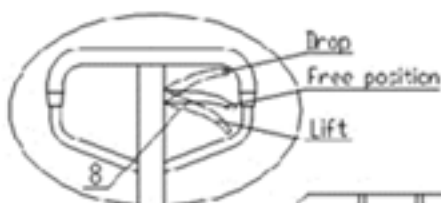

Рис. 4
7. Попробуйте качнуть рукоять, приведите в различные позиции ручку управления 8, чтобы проверить поднятие, нейтральное положение и опускание. Убедитесь, что все позиции работают нормально (Смотрите рис. 4).
- Смотрите рис. 4. Когда гидравлическая тележка с весами используется для взвешивания или транспортировки груза, рукоятка управления 8 должна быть установлена в позицию опускания для того, чтобы опустить вилы тележки в определенное положение. После этого вставьте вилы в поддон и установите рукоятку управления 8 в позицию поднятия, чтобы поднять вилы тележки.